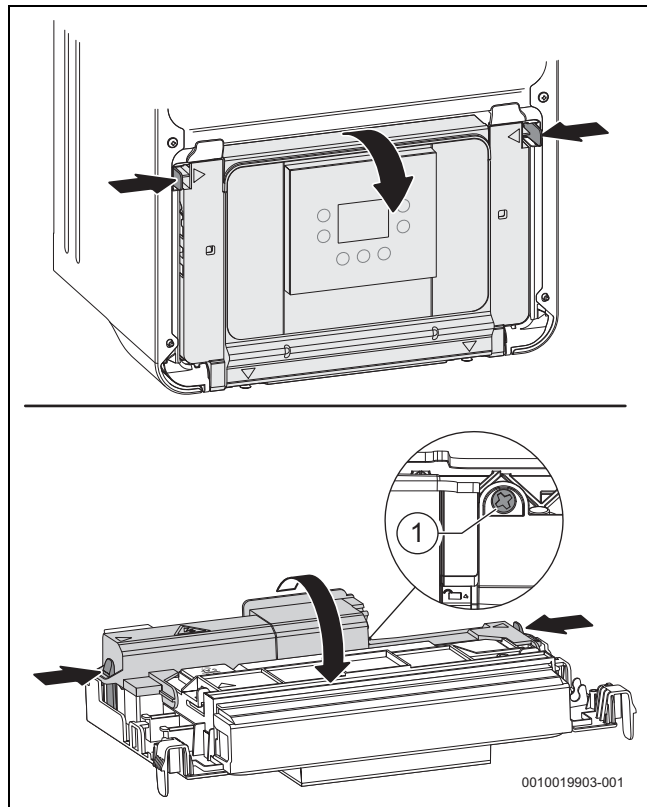

Fig. 41 Ouvrir le couvercle
- Pivoter les modules de commande vers le bas (→ Fig. 41).